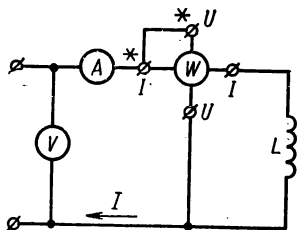

Рис. 2.61
2. Индуктивность может быть вычислена по результатам измерения силы тока, напряжения и активной мощности (рис. 2.61).
1. Собрать цепь (см. рис. 2.61) для измерения индуктивности катушки и показать ее преподавателю для проверки.